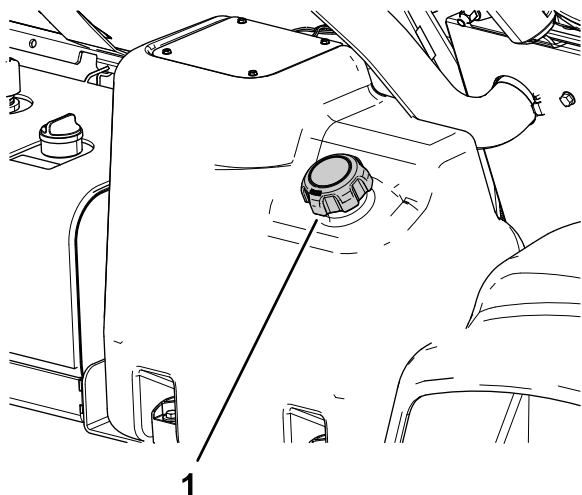

Figure 24
2. Nettoyez la surface autour du bouchon du réservoir de carburant (Figure 24).